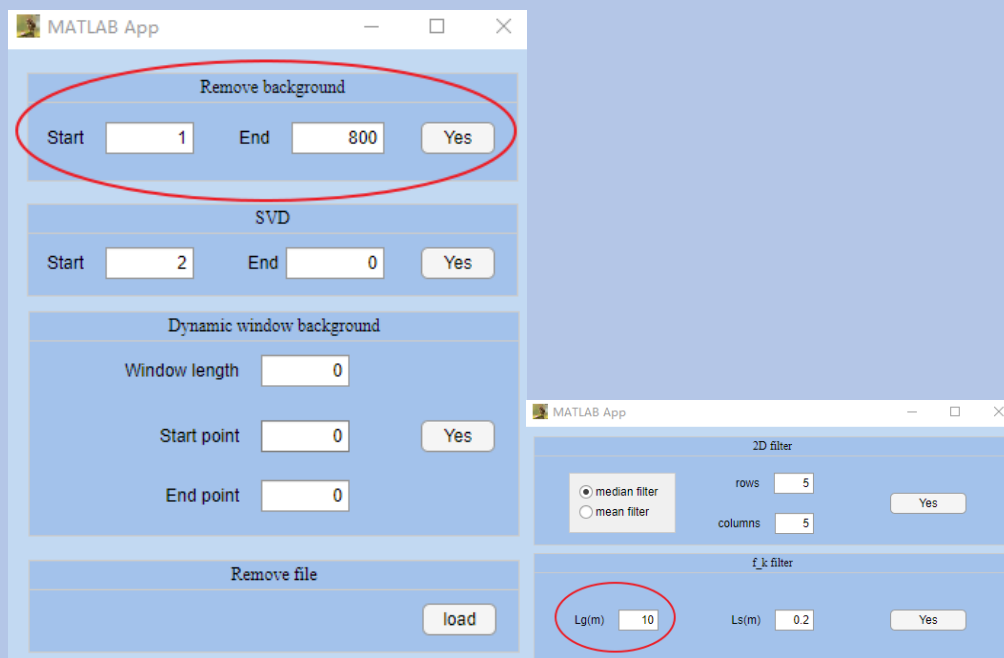

图 8-5 Case1 处理流程设置
(4) 首先我们应用了 `R_DC` 算法防止设备的直流干扰，然后我们应用 `R_background` 中的 `Remove background` 算法，将背景数据设置为 1-800 道。这是因为这段数据是来自于桥头仪器静止状态下的数据。最后，通过我们观察，我们认为搭载的空气耦合天线与地面之间强烈的多次反射干扰了整个剖面，我们选择了 `TwoD filter` 中的 `f_k filter` 方法去除多次波。`Lg` 设置为 10（剖面的 1/3），`Ls` 保持默认。处理流程设置如图 8-5。